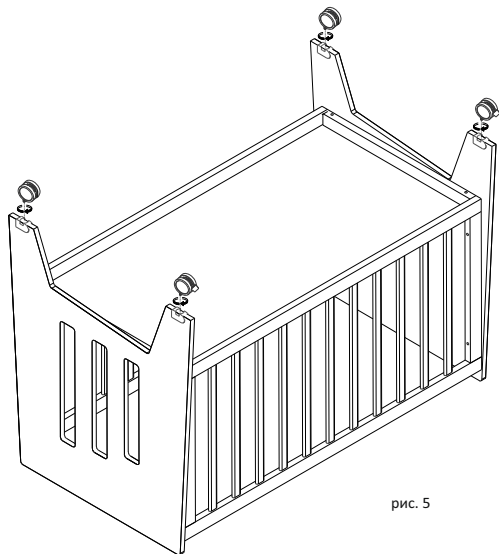

рис. 5
4. Переверните собранное изделие, ввинтите колесные опоры. По передней стороне установите опоры со стопором (рис. 5)